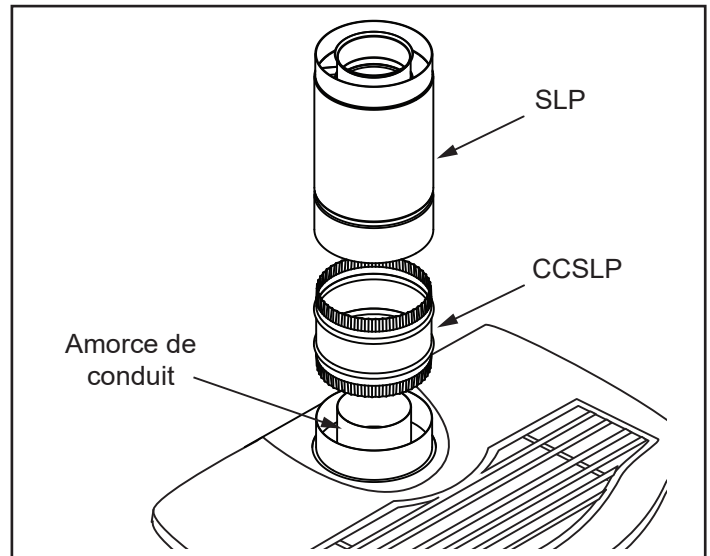

Figure 3.2 - Fixer l'assemblage interne au collet du conduit de cheminée.
4. Appliquez un cordon de scellant de 9,6 mm (3/8 po) autour de l'extrémité sertie de 10,2 cm (4 po) sur le collet de départ sur le poêle. Du ciment à poêle est fourni dans le sac du manuel pour ce faire. Fixez le tuyau SLP à l'adaptateur et fixez-le en alignant les soudures de l'adaptateur et du tuyau, en appuyant vers le bas fermement jusqu'à ce que le tuyau cesse de se déplacer, puis en le faisant tourner pour le verrouiller en place (figure 3.2).
3. Installez le système de ventilation comme décrit aux figures 3.2 à 3.9.